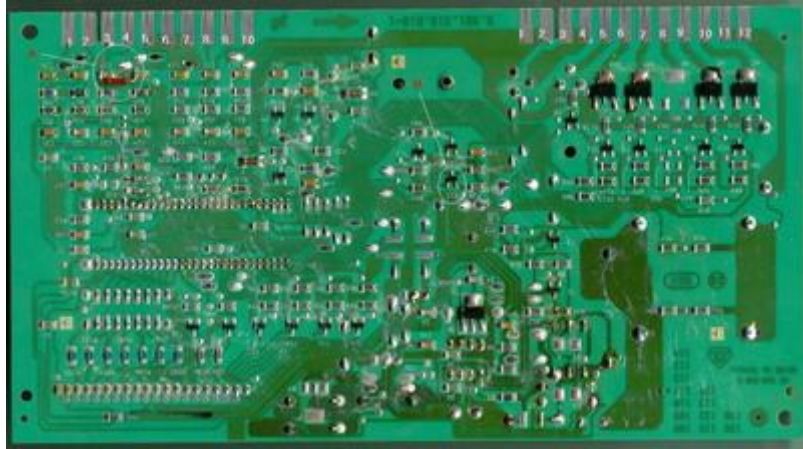

Рис. 1 Модуль управления холодильника Bosch KGU 3201
6. Вынуть печатную плату из ниши (она вставлена в ножевой разъем). Все что нужно сделать на фото кружок **A** (рис. 1)
Устраняется заменой управляющего транзистора **T13** (например отечественный **КТ 603**) . На фото кружок В (**рис. 1**). Этот дефект обычно возникает из-за скачков напряжения в сети.
Разъем информационный (слева на фото рис.1)
Разъем управления работой холодильника (справа на фото рис. 1)